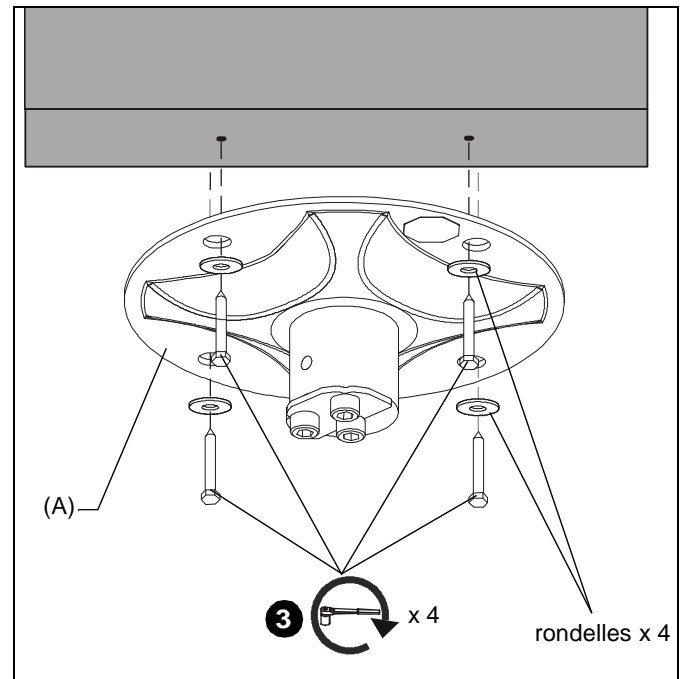
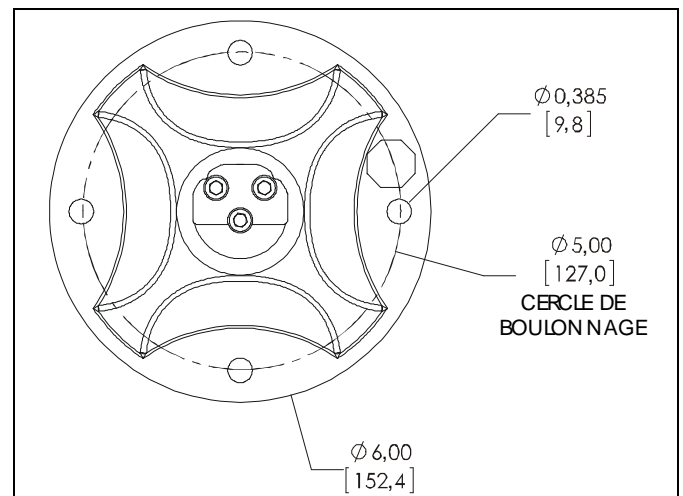

Figure 2
Figure 3
3. Installez et serrez quatre vis tire-fond (non fournies) de 5/16-18 x 2-3/4" (minimum) à travers le CPA115 (A) et les contreventements transversaux des montants en bois. (Voir la Figure 2) (Voir la Figure 3) pour plus d'informations
2. Fixez les tiges filetées au support CPA à l'aide de contre-écrous (non inclus) de 3/8" et de rondelles (une de chaque à l'intérieur et une de chaque à l'extérieur -- non fournis). (Voir la Figure 3) pour plus d'informations sur les
1. En utilisant la plaque pour plafond (A) comme gabarit, marquez les emplacements des quatre trous de guidage sur le plafond.
3. Utilisez quatre vis d'ancrage UX10 ou AF8 (non fournies) pour fixer le support CPA au plafond en béton solide. (Voir la Figure 3) pour plus d'informations sur les dimensions.